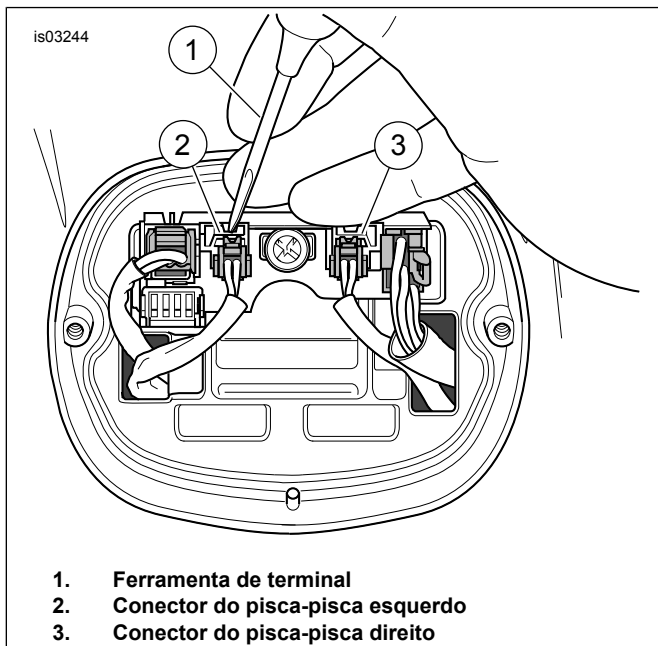

Figura 3. Remoção dos conectores do pisca-pisca
4. Veja a Figura 3. Usando uma ferramenta de terminal (1) aperte as lingüetas trava e desconecte os conectores do pisca-pisca (2 pinos) (2, 3) da placa de circuito.